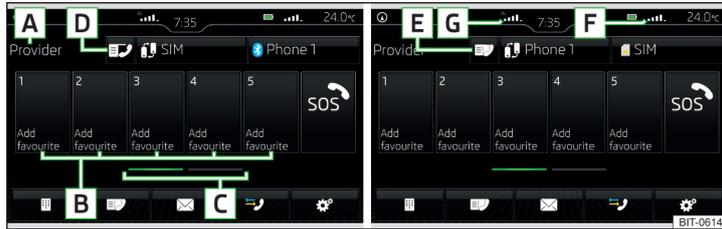

Abb. 175 Telefon: Hauptmenü
**Hauptmenü - Informationen und Funktionsflächen** » Abb. 175